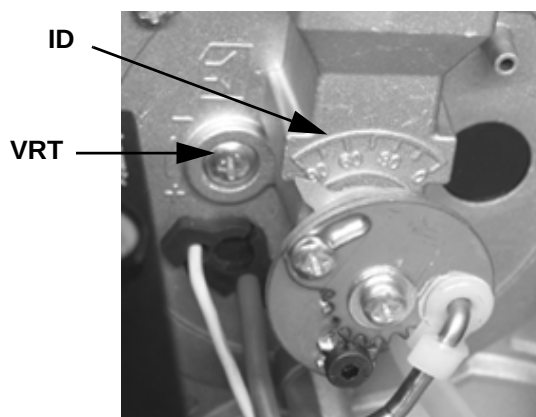
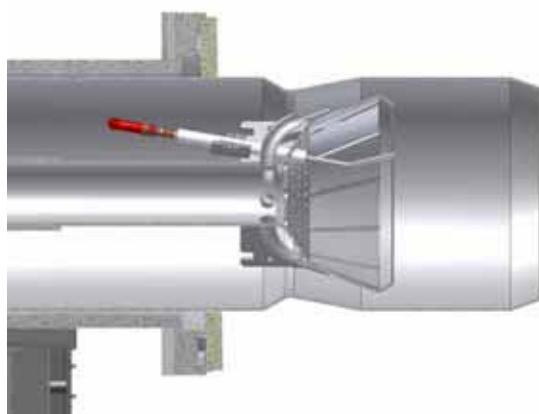
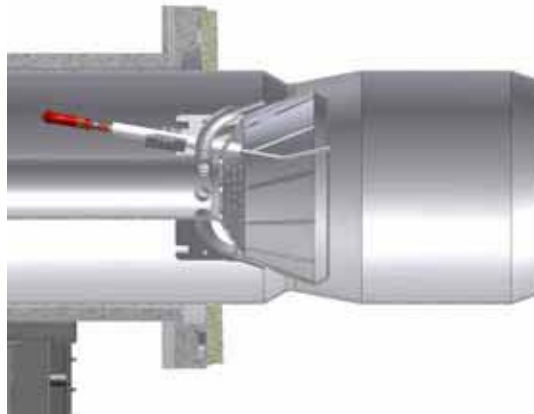

Рис. 5
Рис. 6: Головка сгорания, выдвинутая полностью вперед
Рис. 7: Головка сгорания, выдвинутая полностью назад
- 2 На заводе-изготовителе головка сгорания горелки настраивается на положение максимальной мощности "MAX". Настройка на максимальную мощность соответствует положению головки "выдвинута полностью вперед" - для стандартного типа горелок (Рис. 6) и положению "полностью назад" - для горелок с низкими выбросами NOx (Рис. 7). Установка головки в положении "полностью вперед" - подразумевает под собой ее выдвижение внутрь камеры сгорания котла, в то время положение "полностью назад" означает - в сторону оператора. Для снятия головки сгорания - прочитать пар. "Снятие и чистка головки сгорания " на стр 40. Что касается работы на сниженной мощности, необходимо последовательно сдвинуть головку сгорания по направлению положения "МИН", вращая винт **VRT** (Рис. 5) по часовой стрелке. Индикатор D указывает на перемещение головки сгорания.